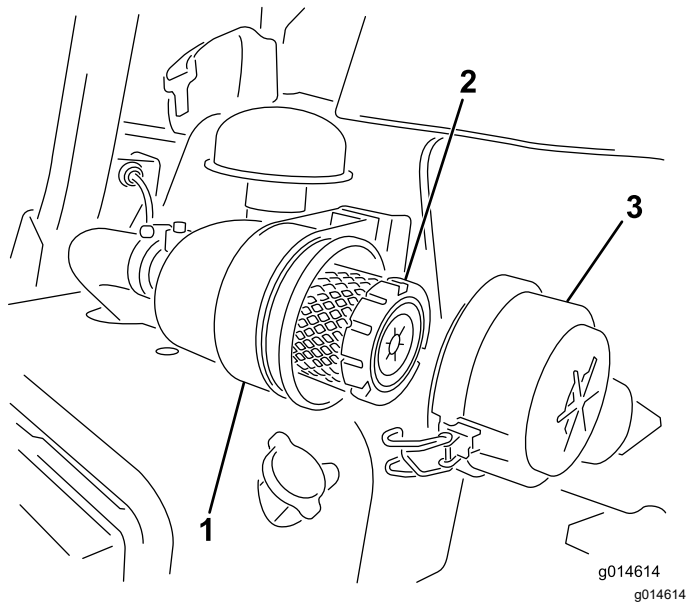

Figure 28
1. Desserrez les attaches qui fixent le couvercle sur le boîtier du filtre à air (Figure 28).
7. Fermez les verrous (Figure 28).